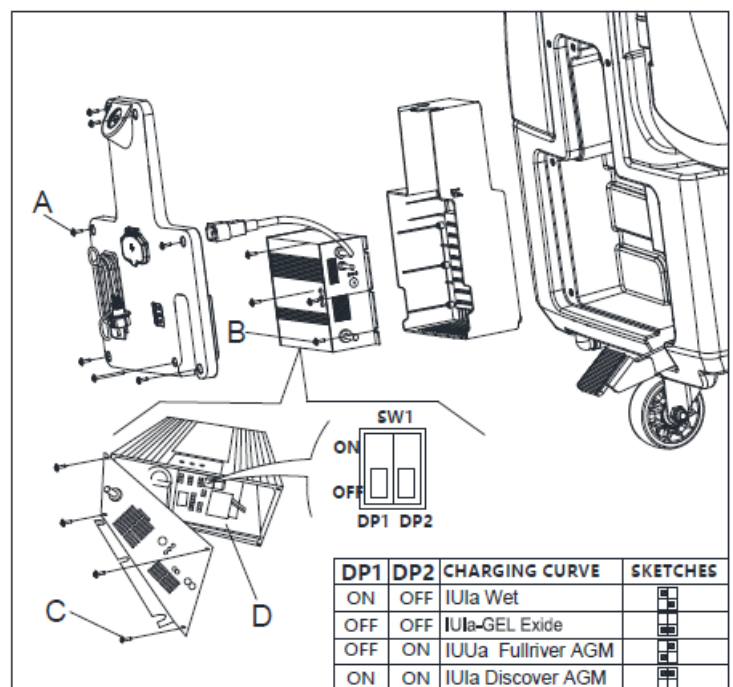

Figure 6
7. Régler DP1 et DP2 selon le tableau dans la figure 6.
8. Mettre les vis (A, B, C, Figure 6) après le réglage.